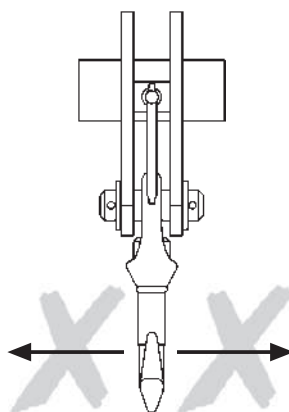

Fig. 3
- Il est interdit de soumettre l'appareil de levage à une force de traction latérale dans le sens de la longueur de la fourche (Fig. 3).